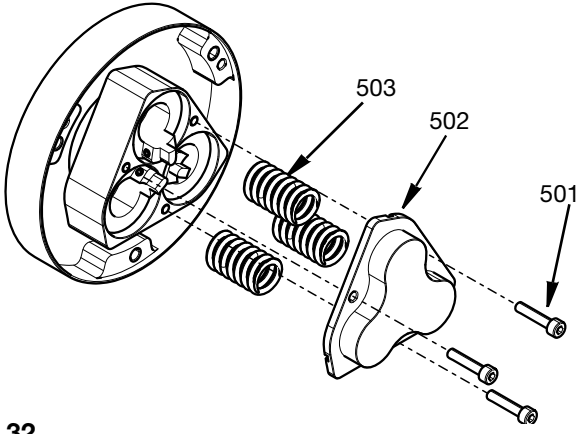

FIG. 32
13. Yayı (503) pistonların içine yerleştirin, silindir kapağını (502) yayların üzerine yerleştirin ve üç adet M4 vida (501) ile silindir muhafazasına sabitleyin. 29,2 in-lbs (3,3 N•m) torkla sıkın. Bkz. FIG. 32.